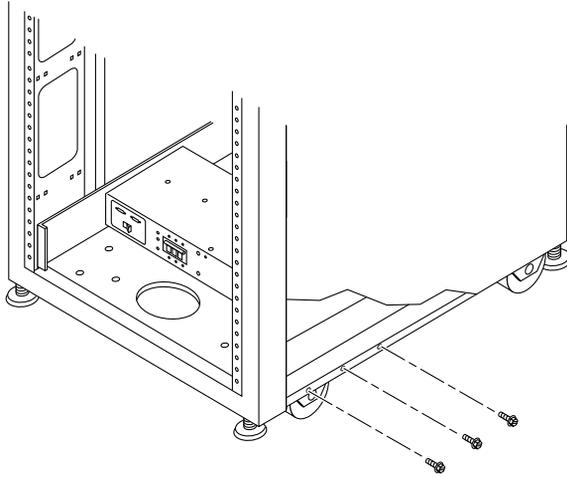

图 2-5 拧下前部右下侧的固定螺丝
1. 拧下扩充机柜前部右下侧和后部右下侧的三颗固定螺丝（图 2-5）。